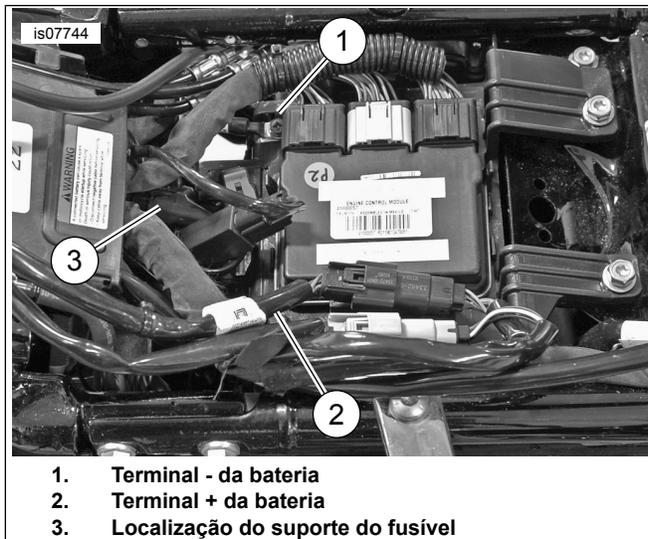

Figura 11. Conexão da bateria
- a. Veja Figura 11. Desconecte (162), localizado atrás do encosto do passageiro.
8. Veja Figura 11 . Instale o fio pela tampa.
9. Tampe quaisquer conectores não usados no lado dos pinos com 72632-10; fornecido com 692000478 (313) ou do conector do chicote de fios da carenagem antigo (162) em modelos FLHX.